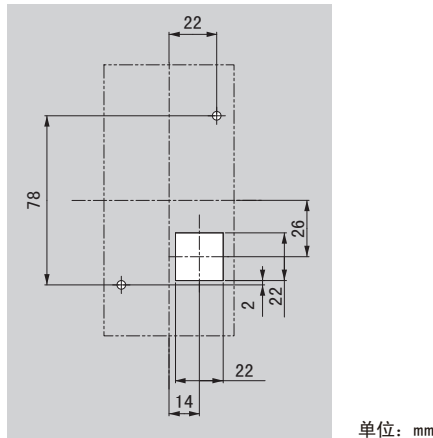

图 2.7 控制柜加工尺寸 (安装在控制柜外侧时)
1. 对控制柜的操作器安装面进行加工。控制柜加工尺寸请参照图 2.7。